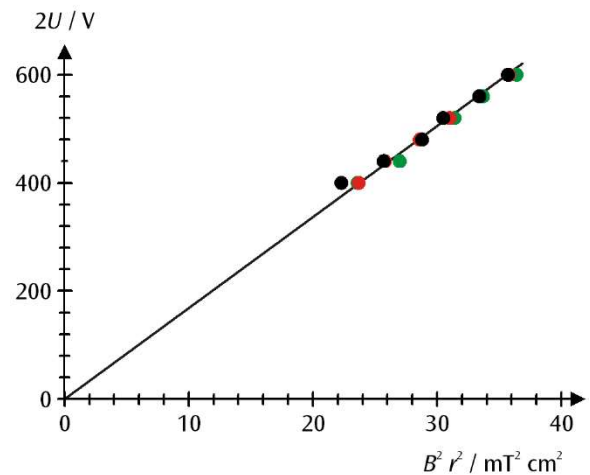

Fig. 4  $r^2 B^2 - 2U$ -Diagramm der Messwerte (schwarz:  $r = 5$  cm, rot:  $r = 4$  cm, grün:  $r = 3$  cm)
- Zur weiteren Auswertung die Messwerte in einem  $r^2 B^2 - 2U$ -Diagramm auftragen (siehe Fig. 4).